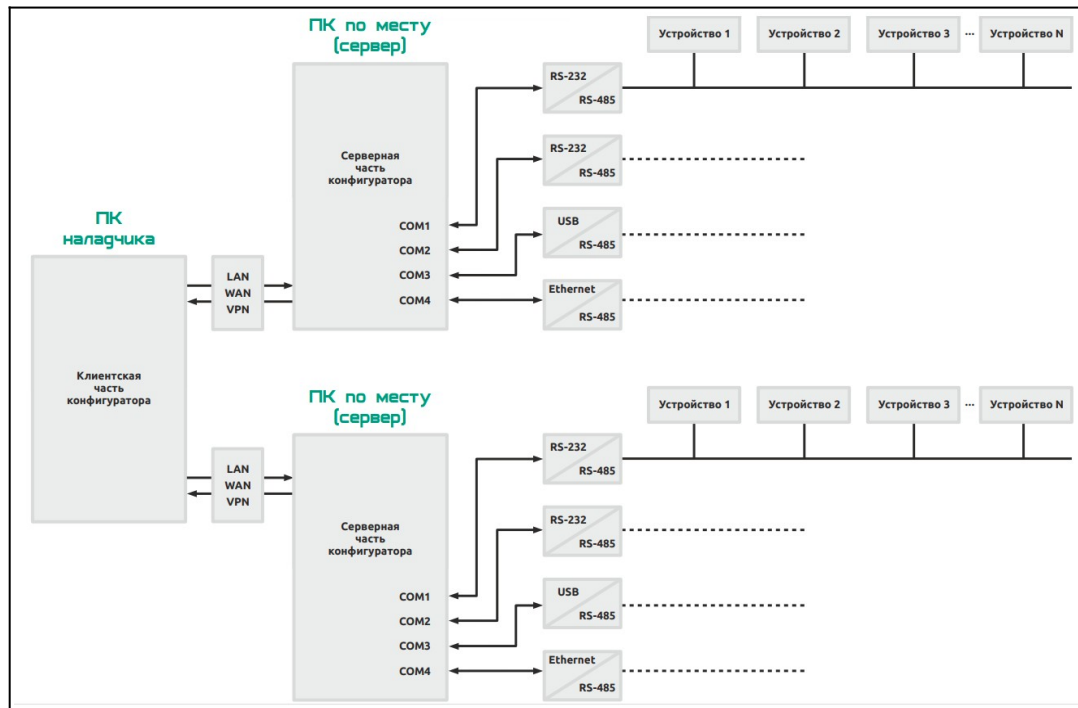

Рисунок 2
2. удаленно проводить настройку территориально распределенных устройств, посредством LAN, WAN или VPN (Рисунок 2).
При необходимости работы клиента и сервера конфигулятора в сетевом режиме (Рисунок 2), пользователю необходимо установить переключатель на пункте *Сетевой*, далее выбрать IP адрес сетевой карты, установленной на данном ПК, и нажать кнопку *Применить*.